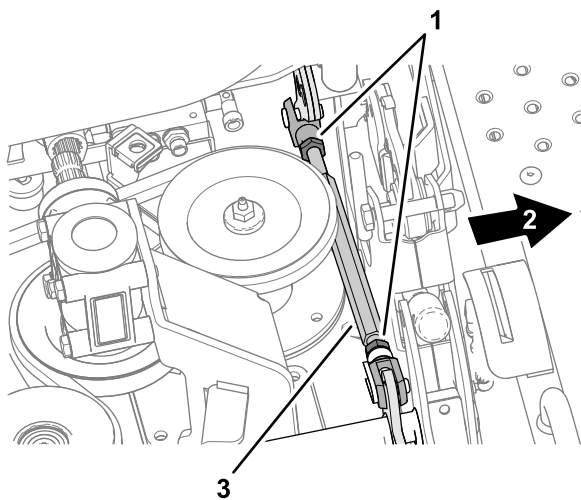
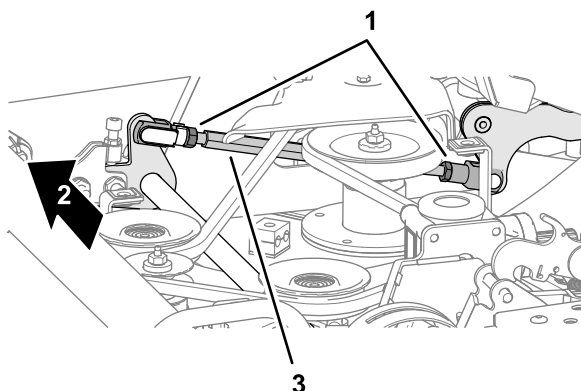

Figure 128
Figure 129
- B. Desserrez les écrous de blocage des dispositifs de réglage d'inclinaison du plateau (Figure 128 et Figure 129) de chaque côté du plateau de coupe.